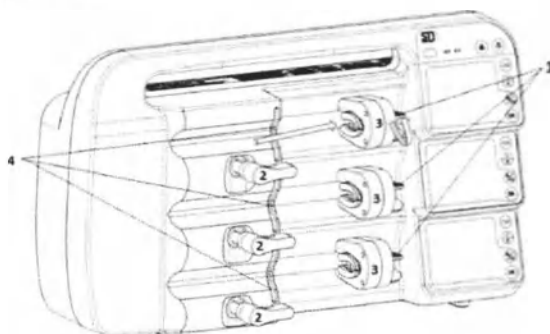

Рис. 9. Установка шприца
1. Нажмите ручку толкателя (1) одного из каналов насоса и вытяните толкатель до упора вправо. Затем потяните зажим цилиндра шприца (2) на себя до упора и поверните его вправо, как показано на рис. 9.